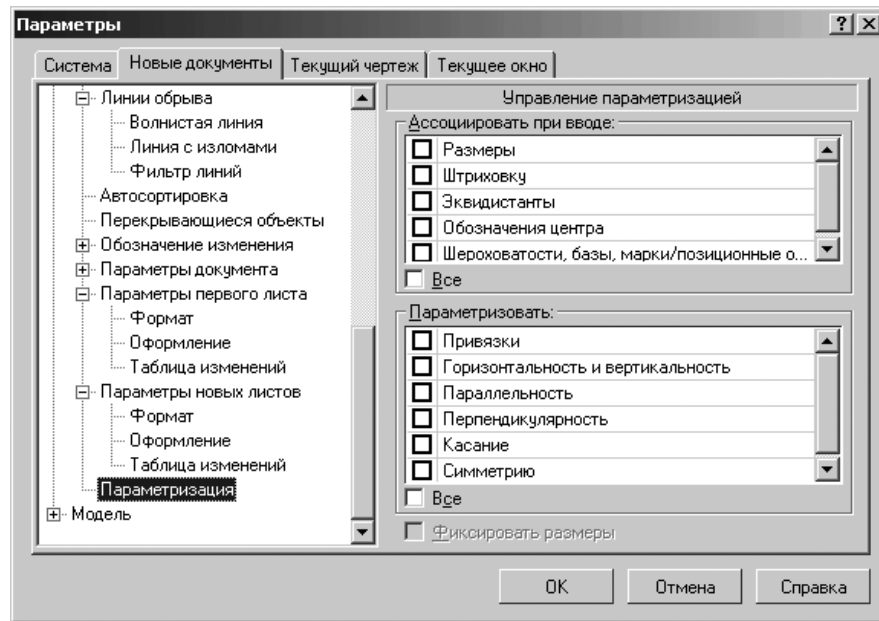

Рис. 10.90. Диалоговое окно **Параметры** с открытой вкладкой **Новые документы** и панелью **Управление параметризацией**
- щелкните в списке настраиваемых элементов **Графические документы** по пункту **Параметризация**. В правой части появится панель **Управление параметризацией**, показанная на рис. 10.90.